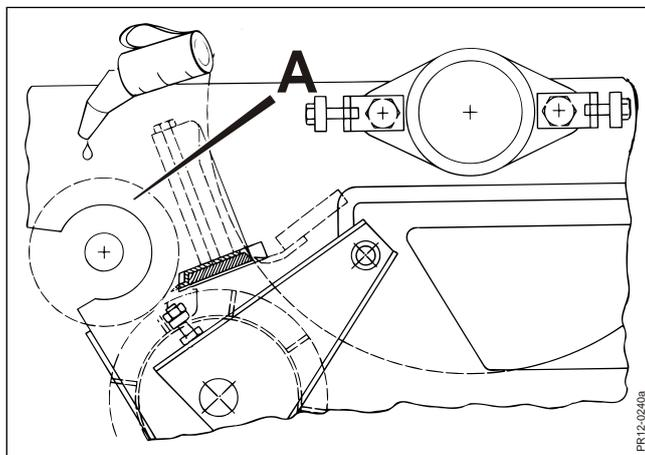

Abb. 7-7
**Abb. 7-7** Das obere hintere Nockenrad, die Glattwalze **A**, sollte gegen Rostbildung an der Oberfläche geschützt werden. Wenn die Maschine länger als einen Tag lang nicht genutzt wird, sollte die gesamte Oberfläche mit einer dünnen Ölschicht geschmiert werden.